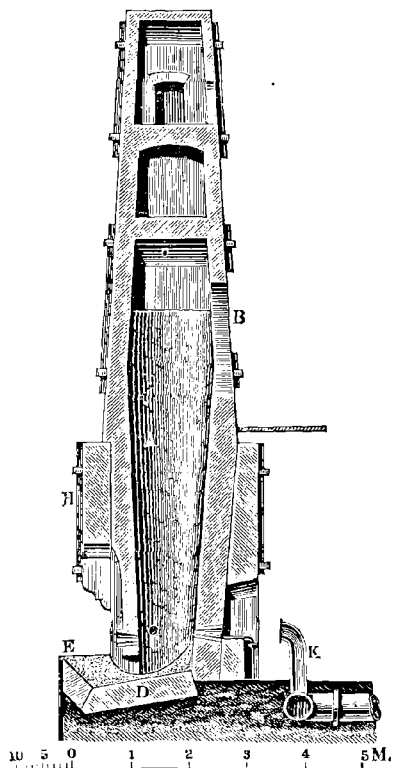

Fig. 13. Haut fourneau pour le traitement de la galène (méthode par réduction).
**Préparation.** — Il existe deux méthodes (fig. 13 et 14) : la plus simple consiste à griller la galène, pour former de l'oxyde de plomb, qui, chauffé avec du charbon, donne du plomb.